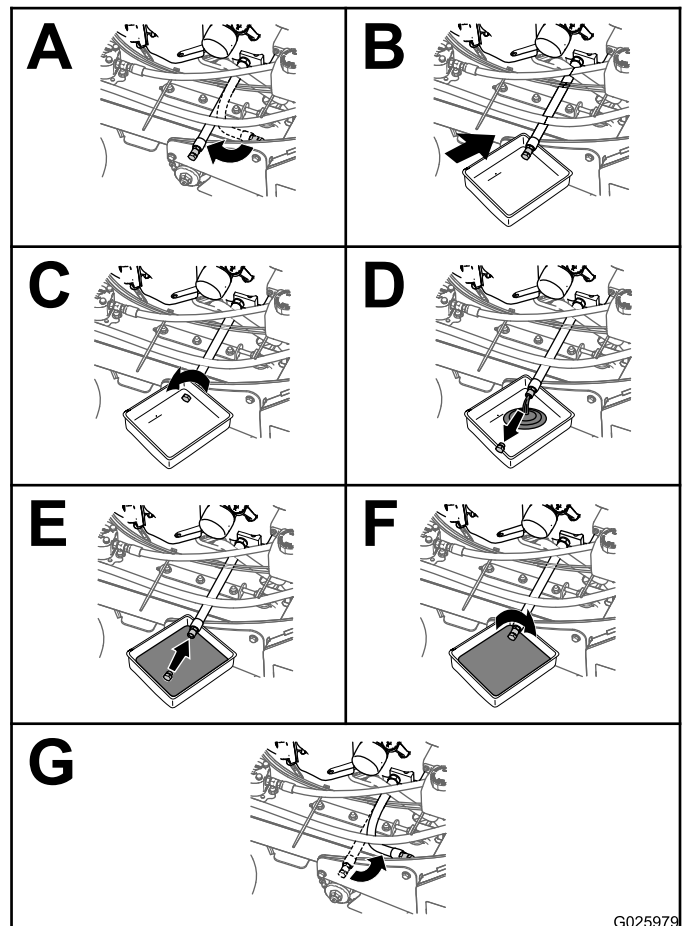

Figure 41
3. Vidangez l'huile moteur, comme montré à la Figure 41.